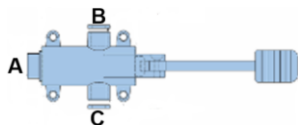

Fig. 8
- Montare il set di valvole di scarico sul bacino, seguendo la sequenza di montaggio stampata nella busta degli accessori (Fig. 8). Assicurarsi che siano ben sigillate per evitare possibili perdite future.